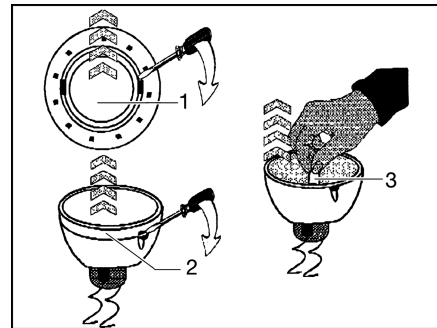

Bild 174 Halogenleuchte wechseln
- Inneren Abdeckring (Bild 174,1) mit einem Schraubendreher vom Gehäuse lösen.
- Abdeckring mit der Glasscheibe (Bild 174,2) vom unteren Teil der Halogeneinbauleuchte mit einem Schraubendreher lösen.
- Halogenleuchte (Bild 174,3) entfernen.